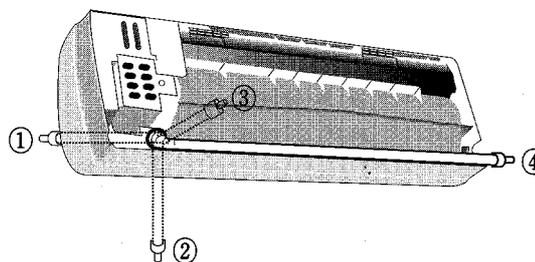

FIGURA 14 - TUBULAÇÕES
- \* A tubulação pode ser conectada numa das quatro direções indicadas por 1, 2, 3, 4 - figura 14. Quando a tubulação é conectada nas direções 1, 2 ou 4, deve-se retirar a tampa descartável de qualquer uma das laterais ou da base da unidade.